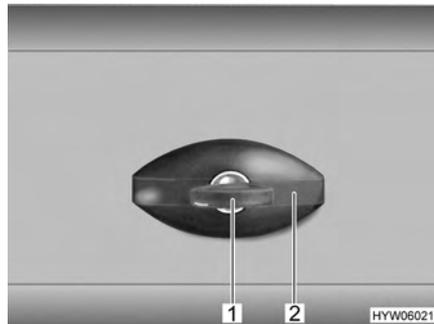

Fig. 43 Serratura dello sportello, ellittico, chiuso
- Inserire la chiave nel cilindro della serratura (Fig. 43,1) e ruotare in senso antiorario di un quarto di giro. La maniglia della serratura (Fig. 43,2) scatta all'infuori.